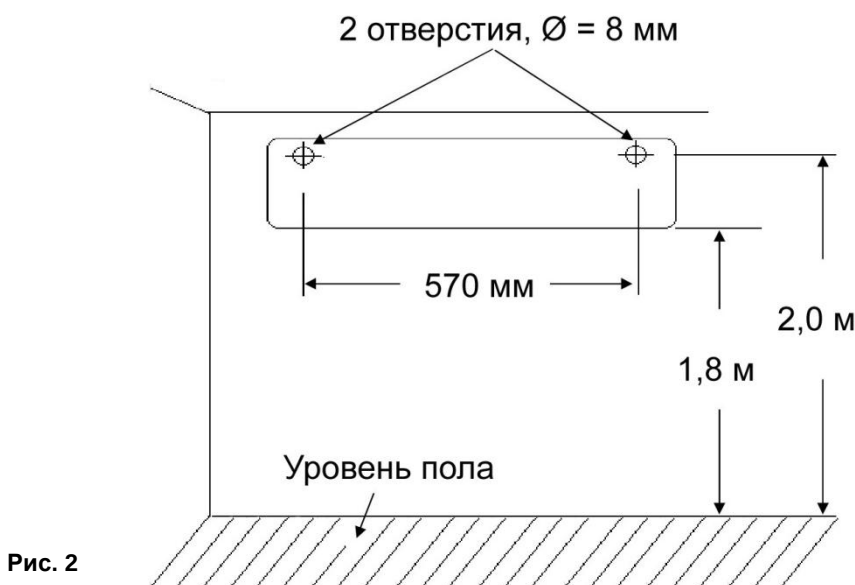

Рис. 2
- Таким образом, чтобы нагреватель находился не менее 1,8 метров от уровня пола (См. Рис.2)